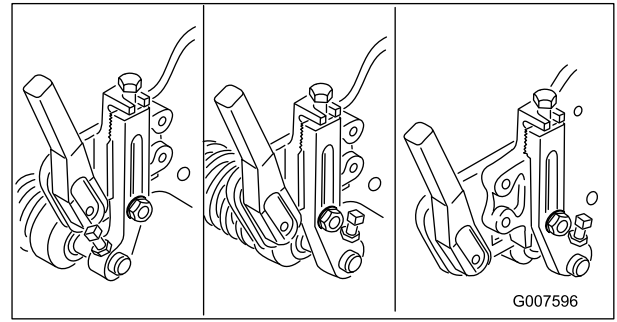

图57
**注意：** 前滚筒可以放置在 3 个不同的位置（图 57），这取决于用户的应用场合和需求。